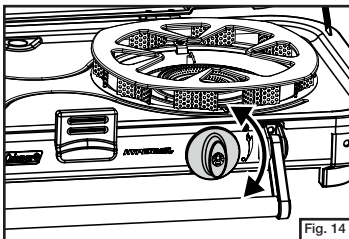

Fig. 14
- Ajustez la flamme avec la commande. (Fig. 14). La flamme devrait être bleue avec des dards légèrement jaunes.